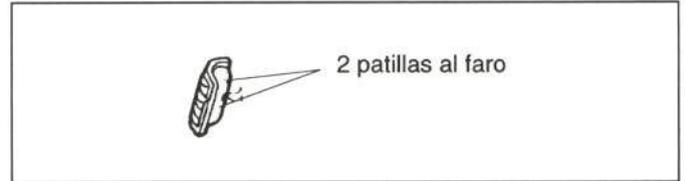

Figura 15.- Fijación del piloto
El piloto delantero va fijado al faro mediante dos patillas (figura 15).
- Pilotos (figura 15)